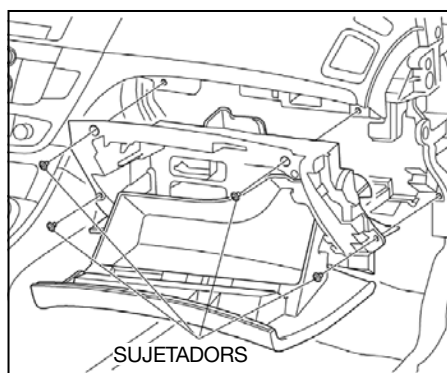

Fig. 22
2. Retire los sujetadores de la guantera, y la guantera (ver Fig. 22).